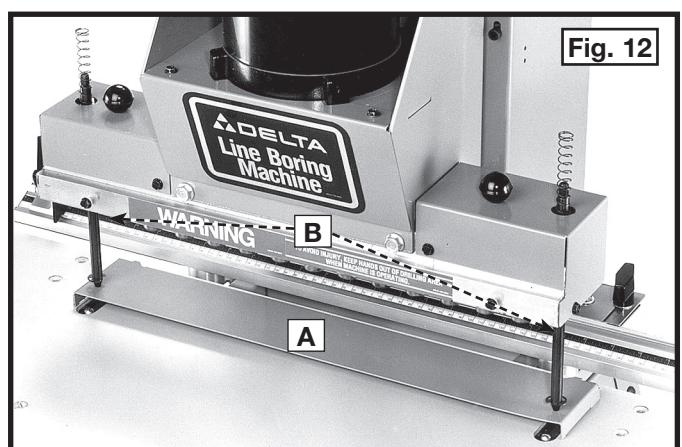

Fig. 12
3. Abaissez les boulons index (B), fig. 12, pour faire rentrer leur pointe dans les deux trous du gabarit (A).